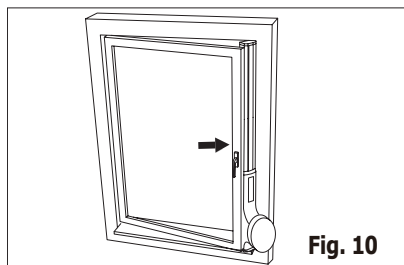

Fig. 10
2. Mettere il dispositivo per l'attacco alla finestra sulla finestra. Regolare la lunghezza del dispositivo per l'attacco alla finestra in base all'altezza della finestra (Fig. 10).